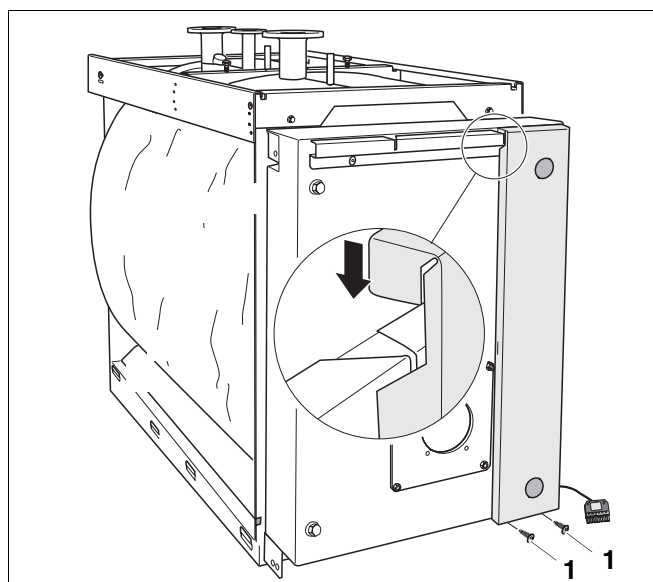

Fig. 27 Montage du cache de droit
- Accrocher le cache de droite en haut dans la traverse et fixer en bas avec 2 vis M5×10 (fig. 27, **pos. 1**).